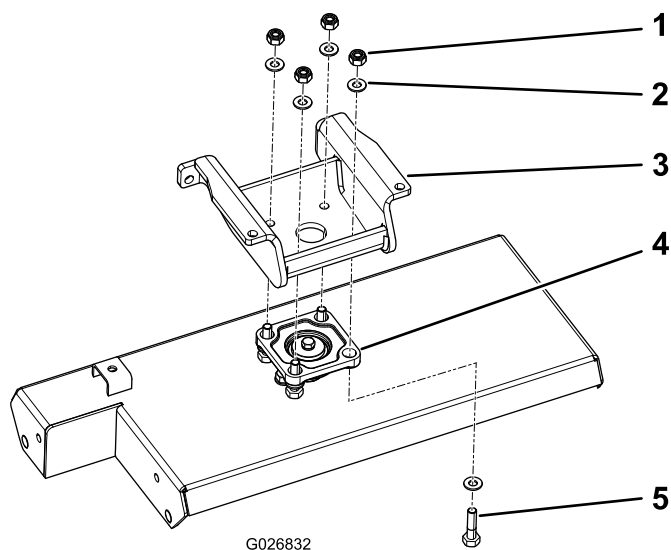

Figure 6
7. Avec les 8 boulons (M10 x 40 mm), les 8 contre-écrous (M10) et les 8 rondelles déposées précédemment, fixez un support neuf à chaque roulement et rouleur aplanisseur déposés précédemment (Figure 6).